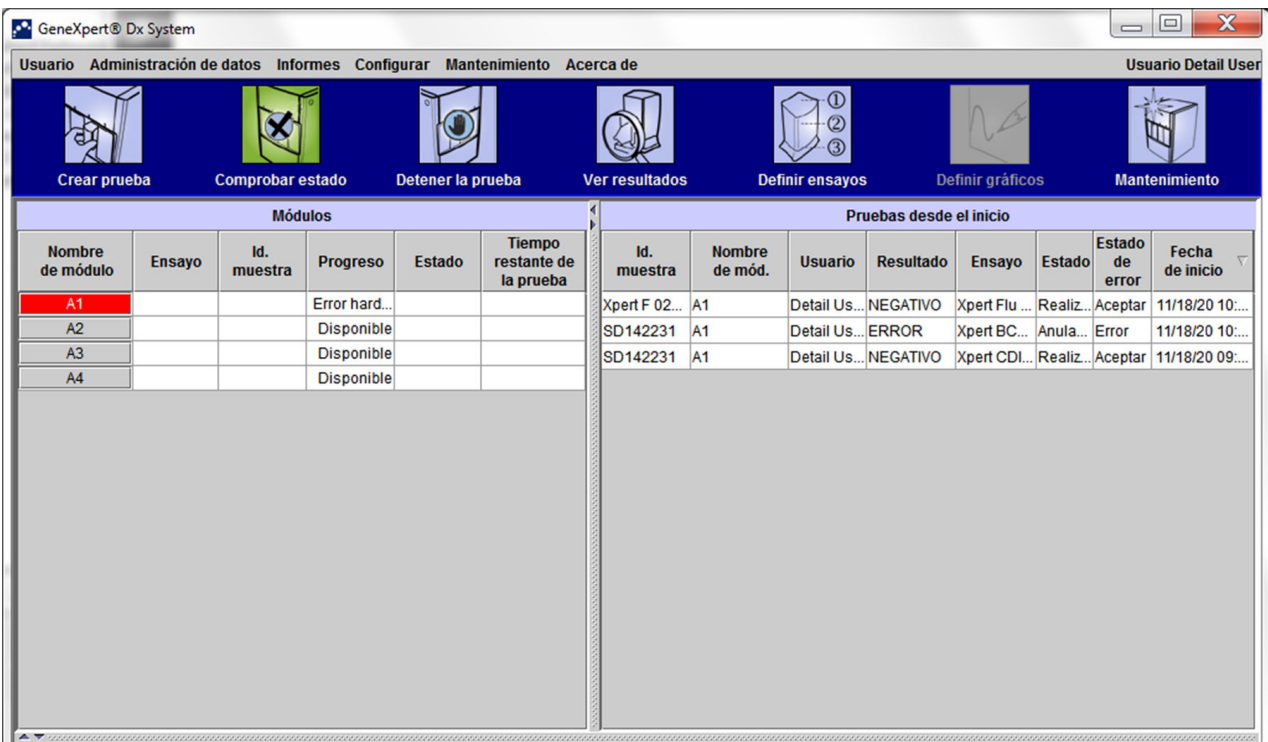
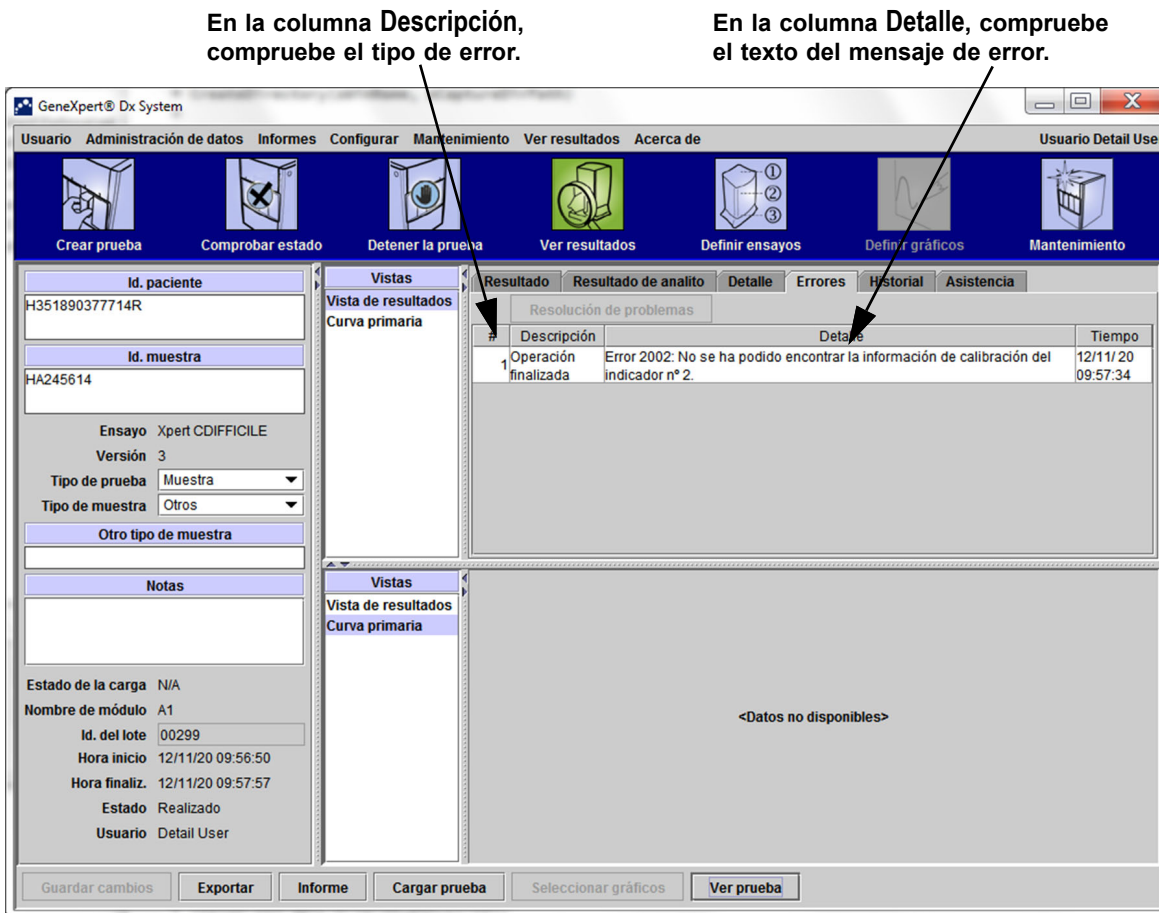

Figura 9-40. Ventana Comprobar estado de GeneXpert Dx System
Figura 9-41. Ventana Ver resultados de GeneXpert Dx System, ficha Errores (vista de usuarios de tipo detalle y del administrador)
- **Apartado 9.19.2.5, Errores de análisis posterior al experimento:** Errores que se producen durante el proceso de reducción de datos. Puede ver todos los errores en la ventana Comprobar estado (consulte la figura 9-40). Los detalles de los errores de pruebas específicas se muestran también en la ficha **Errores** de la ventana Ver resultados (consulte la figura 9-41).
En la tabla 9-3 se enumeran los errores que pueden aparecer durante una prueba no anulada. Aunque el sistema pudo finalizar la prueba y guardar los resultados, se produjeron algunos errores no graves que requieren atención. Estos mensajes de error aparecen en la ventana Ver resultados (consulte la figura 9-41). Para ponerse en contacto con Servicio técnico de Cepheid, consulte el apartado Asistencia técnica del Prefacio para obtener la información de contacto.
En la tabla 9-4 se enumeran los errores que pueden aparecer cuando se anula una prueba. Los mensajes de error de operación finalizada aparecen en la ventana Ver resultados. Consulte la figura 9-41. Para ponerse en contacto con el Servicio técnico de Cepheid, consulte el apartado Asistencia técnica del Prefacio para obtener la información de contacto.
En la tabla 9-5 se enumeran los errores que pueden aparecer durante el proceso de carga de un cartucho. Los mensajes de error de carga del cartucho aparecen en la ventana Comprobar estado. Consulte la figura 9-40.
En la tabla 9-6 se enumeran los errores que pueden aparecer durante el proceso de prueba automática. Los mensajes de error de prueba automática aparecen en la ventana Comprobar estado. Consulte la figura 9-40. Para ponerse en contacto con Servicio técnico de Cepheid, consulte el apartado Asistencia técnica del Prefacio para obtener la información de contacto.
En la tabla 9-7 se enumeran los errores que pueden aparecer durante el proceso de análisis posterior al experimento (reducción de datos). Los mensajes de error del proceso de análisis posterior al experimento se muestran en la ventana Ver resultados (consulte la figura 9-41). Para ponerse en contacto con Servicio técnico de Cepheid, consulte el apartado Asistencia técnica del Prefacio para obtener la información de contacto.